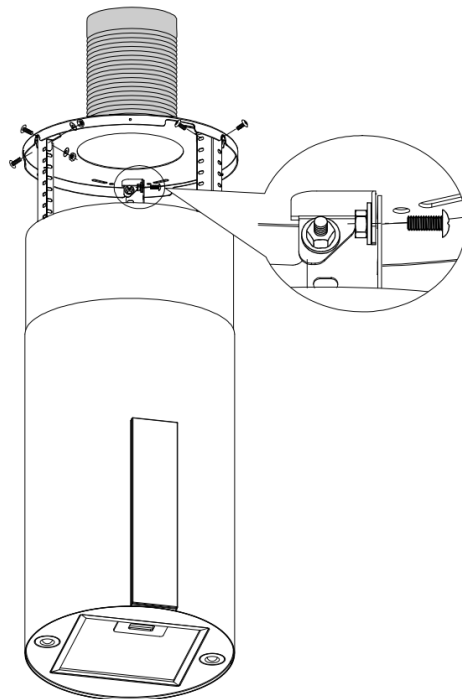

Рис. 8
9. Підніміть вузол і проведіть розширювальну трубу крізь стелю. Після цього, використовуючи 6 гвинтів M4X10, гайку M4 та шайбу, зафіксуйте кутник вузла до площини підвісу. Див. рис. 8.